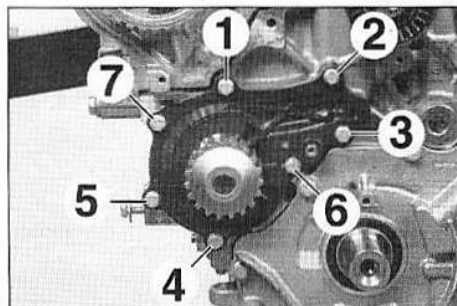

FIG.21
- Déposer les vis de la pompe à eau dans l'ordre préconisé et extraire la pompe (Fig.21).